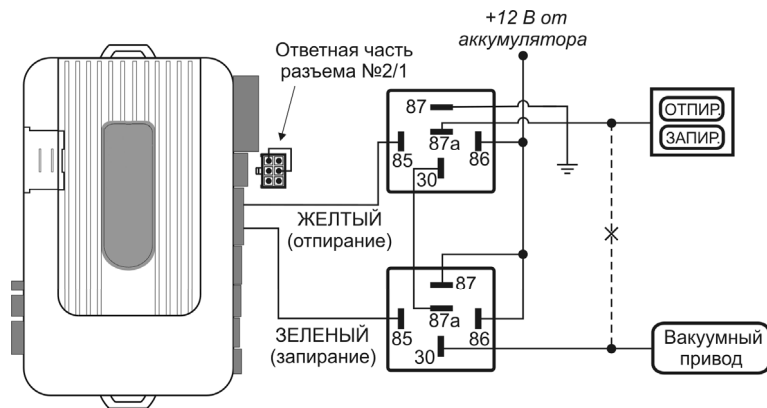

Рис. 4
- ♦ Подсоедините ЖЕЛТЫЙ и ЗЕЛЁНЫЙ провода системы (Разъем №3) к дополнительным реле согласно схеме (Рис.4):